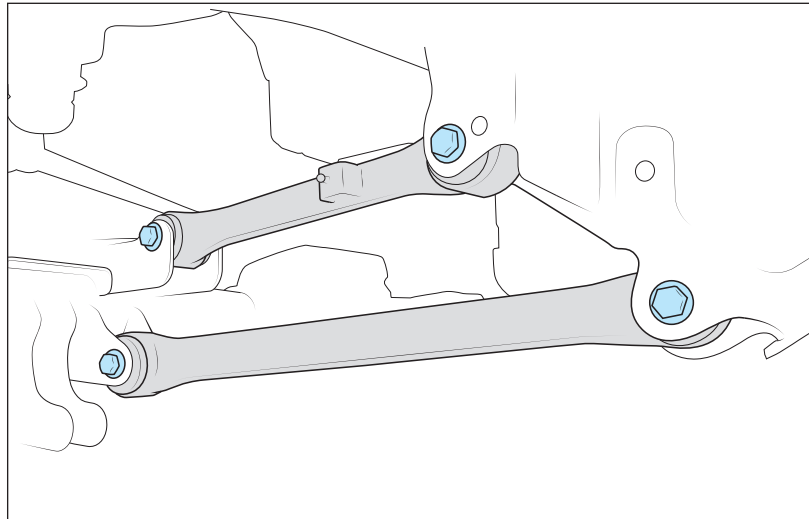

Abbildung 1: Linke Seite
3. Alle 8 Längslenkerschrauben lösen, aber NICHT entfernen (Abb. 1).